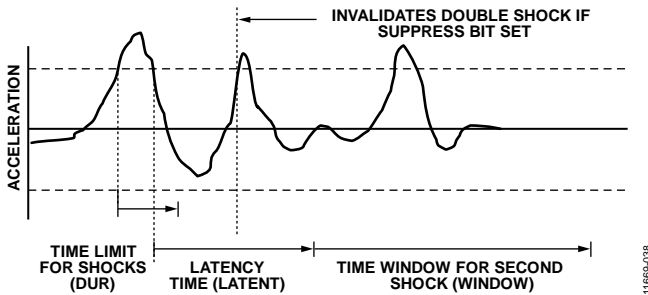

图34. 设置抑制位时高9事件导致双击冲击事件无效
- 如果SHOCK_AXES寄存器中的抑制位(位D3, 地址0x2A)置位, 延迟时间(由Latent寄存器设置)期间, 阈值之上的任何加速度峰值使双击冲击检测失效(如图34所示)。